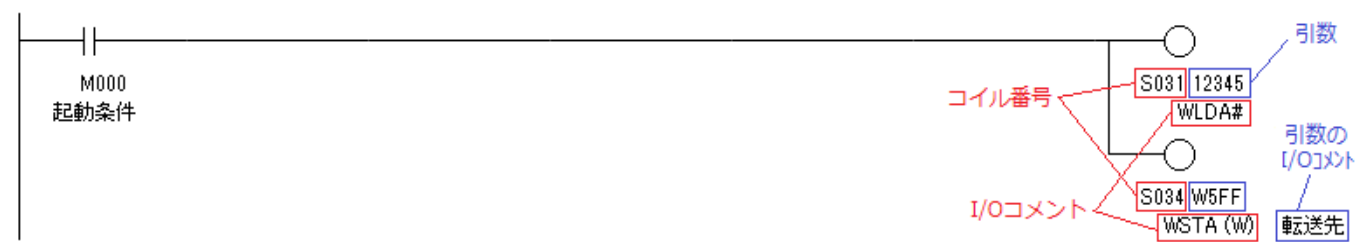

図13 ワード演算命令を使った簡単なプログラム
- 図13にワード演算命令を使った簡単なプログラムを示します。